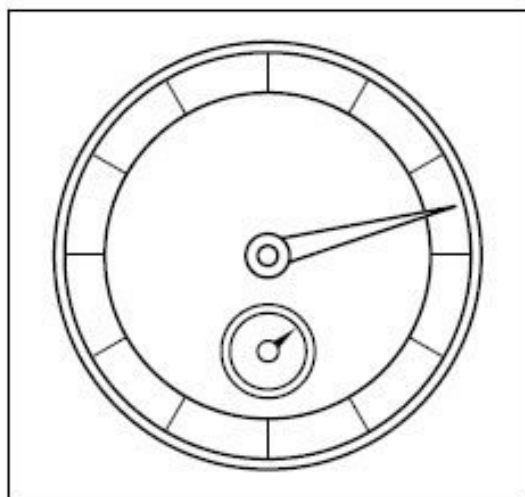
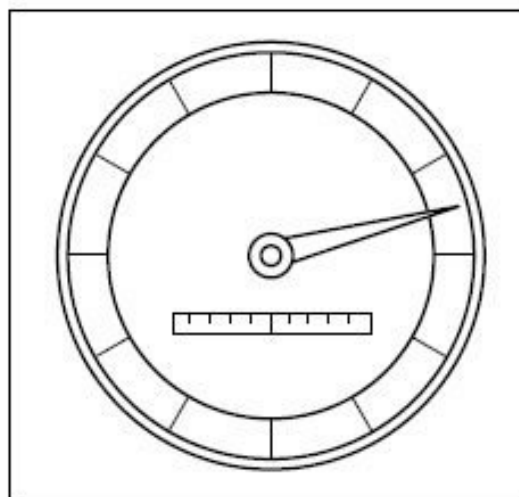

Рис. 1
Рис. 2
**Задача 1.2.** Авиационный высотомер (альтиметр) работает, измеряя падение давления с высотой. В сущности, это обычный барометр, но шкала градуирована в единицах длины (высоты). Высотомер имеет две круговые шкалы (рис. 1): большая шкала показывает метры, малая – километры. Пилоты часто путали шкалы. Поэтому инженеры-психологи решили установить новый высотомер, на циферблате которого километры показывались бы на горизонтальной шкале, а метры – на круговой (рис. 2). Спроектировать такой прибор было поручено высококвалифицированным инженерам. С задачей они справились, но в результате получился сложный механизм с множеством шестеренок и колесиков. Трение в них было столь велико, что точность нового прибора оказалась сведенной на нет. Все попытки уменьшить число шестеренок ничего не дали. Тогда задача была передана человеку, мало знакомому с такого рода проблемами...